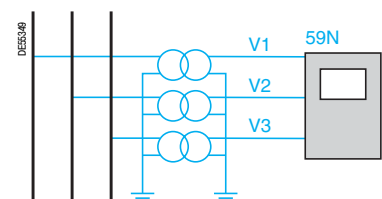

Рис. 5. Вычисление значения напряжения нулевой последовательности
- вычислением с помощью реле по напряжению от трех трансформаторов, первичные и вторичные обмотки которых соединены по схеме "звезда" (см. рис. 5).